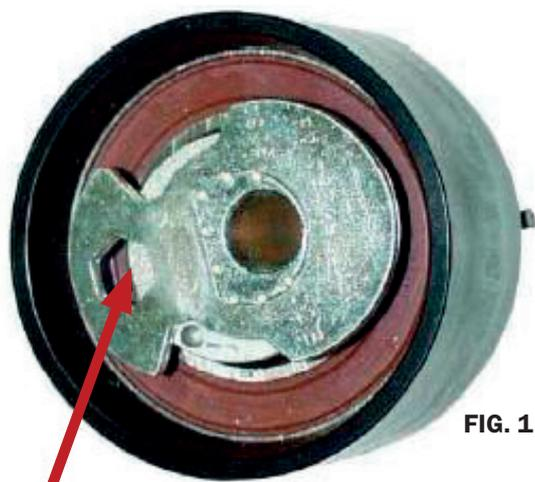

FIG. 1
5. Installer le nouveau tendeur (automatique) avec le nouveau boulon serré à la main (trou de clé Allen à +/- 9 heures) (Fig. 1).